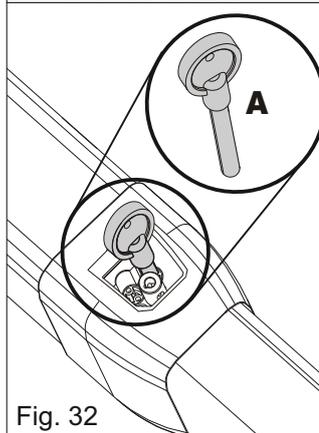

Fig. 32
- **MINI TANK:** desmontar completamente el desbloqueo (ver párrafo siguiente) y regular con la llave especial (A) suministrada al instalador (Fig. 32)